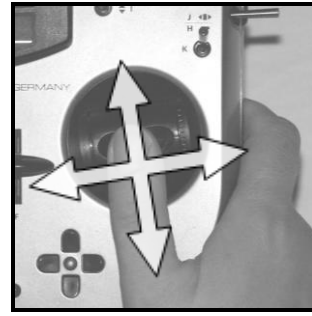

Abb. 9.4.7.1.
- a. Die 3 TORX-Schrauben des entsprechenden Knüppelaggregats mit dem TORX-Schraubendreher T6 (innen im Senderboden eingeclipst) lockern (→ Abb. 9.4.7.2.), bis sich das Aggregat drehen lässt.